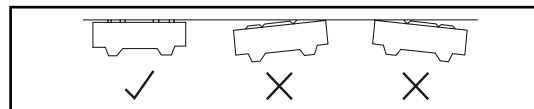

fig.1a
1. Pentru a garanta evacuarea corectă a condensului, poziționați placa astfel încât să fie perfect orizontală și înconjurată de spații libere, respectând orientarea indicată în fig. 1a, 1b.